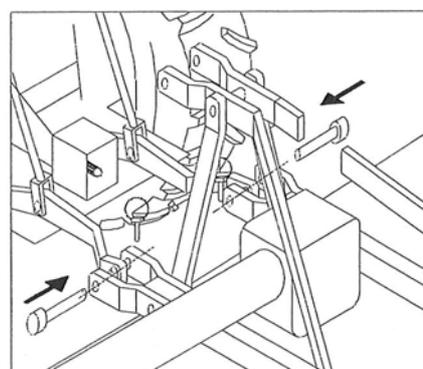

Figure 2b
3. Bloquer les brres de soulevement avec les chfnettes dequtes et tendeurs prlleles (figure 2b).